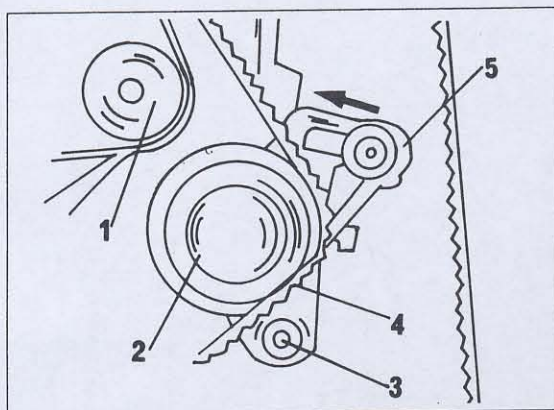

Bild 24
- Unter Bezug auf Bild 24 beim 1,6 Liter-Motor die folgenden Arbeiten durchführen:
- Die Mutter (5) des Riemenspanners (2) lockern und den Spanner in die Richtung des Pfeils drücken. Die Mutter festziehen, wenn der Spanner in der neuen Stellung steht. Kontrollieren, dass der Spanner nicht wieder zurückkommen kann und den Zahnriemen herunternehmen.